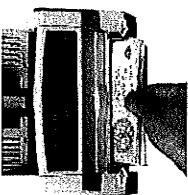
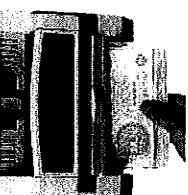

fig. 1
fig. 3
- **Função de contagem:** Assim que as notas estejam correctamente posicionadas e inseridas na bandeja de entrada a máquina começará a contagem automaticamente. O número de notas contadas aparecerá no monitor e será actualizado à medida que as notas forem sendo contadas. Depois de retirar as notas o monitor principal com o número total de notas contadas agarrará esse mesmo número de notas contadas irá aparecer no segundo monitor. As notas deverão ser correctamente colocadas e inseridas devendo para esse efeito ter-se em atenção os seguintes passos: Coloque as notas entre as guias de contagem como demonstrado nas figuras abaixo. Fig. 1 e 2. Geralmente empurre as notas de forma a estarem todas ordenadas e alinhadas uma com as outras <fig. 3>